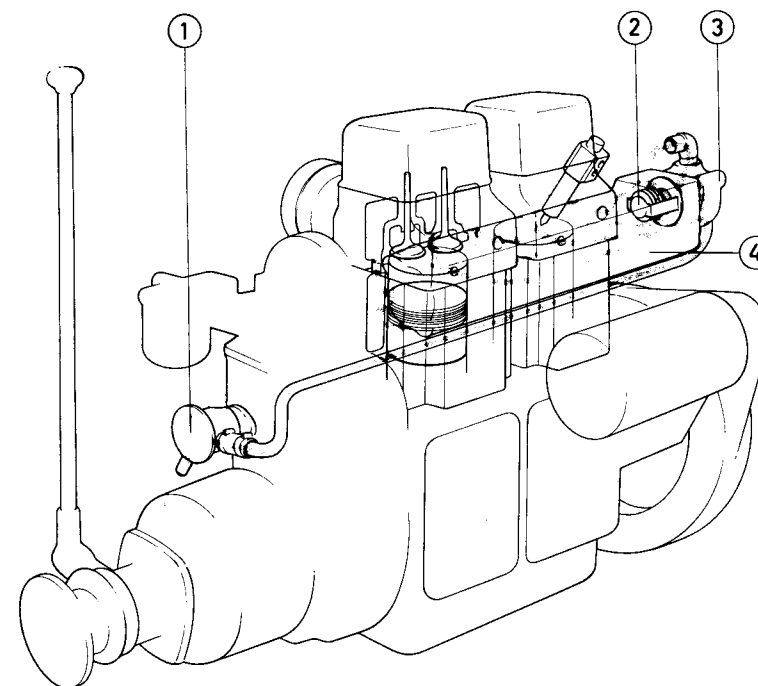

Fig. 15. Kylsystem.
Pumpen suger kylvatten från sjön genom den utvändigt placerade botten silen och trycker vattnet till fördelningshuset (termostathuset) (3) bild 15.